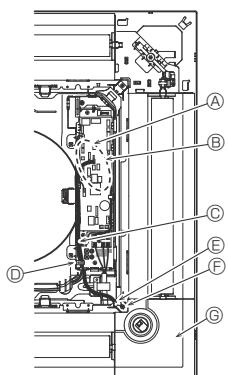
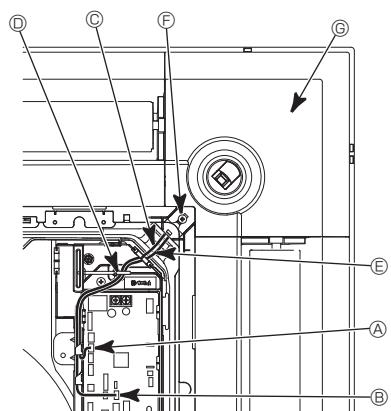
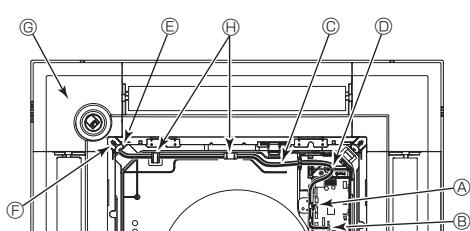

Fig. 6-10
Fig. 6-11
Fig. 6-12
6.5.1. Posición estándar (Fig. 6-10) y posición ② (Fig. 6-11)
- Tome los cables conductores CN4Z (blanco, de 4 polos) y CN5Y (blanco, de 5 polos) del panel angular del 3D i-see Sensor ④ desde el lateral de la caja eléctrica de la unidad, y conéctelos al conector del cuadro del controlador.
- El panel angular del 3D i-see Sensor debería fijarse en la rejilla ① con el tornillo ③.
6.5.2. Posición ① (Fig. 6-12)
[Fig. 6-10] [Fig. 6-11] [Fig. 6-12]